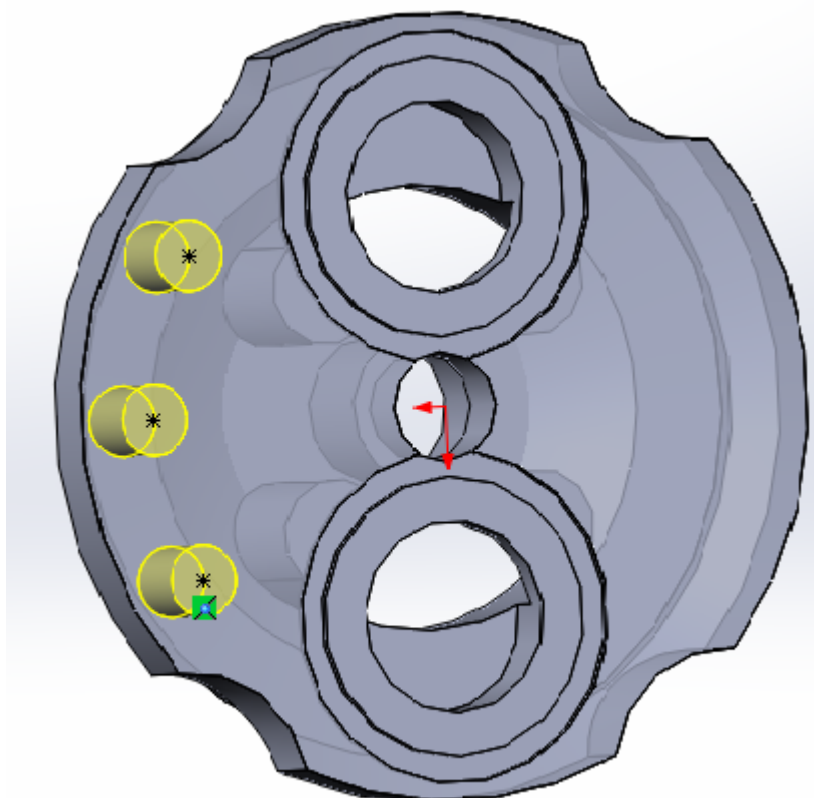

Рис. 21. Вибір розташування центрів отворів
16. Переходимо у даному діалоговому вікні на вкладку “ПОЗИЦИЯ “ і перед нами з'явиться ескізне середовище, в якому необхідно відмітити точки, що являються центрами отворів (Рис. 21).